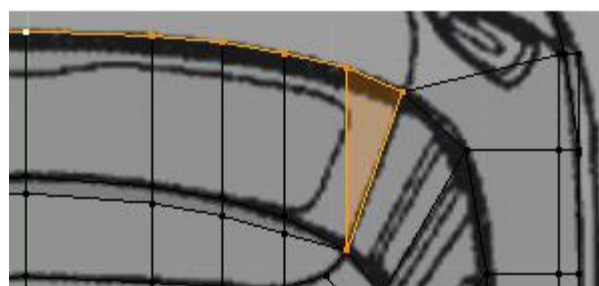

Figura 4.76
6. Na janela Top Ortho, adapte a posição de cada um dos vértices do contorno criado à linha de referência na imagem, **[G]>[Y]**, e crie a face de ligação com o vidro lateral, **[F]**, figura 4.76.